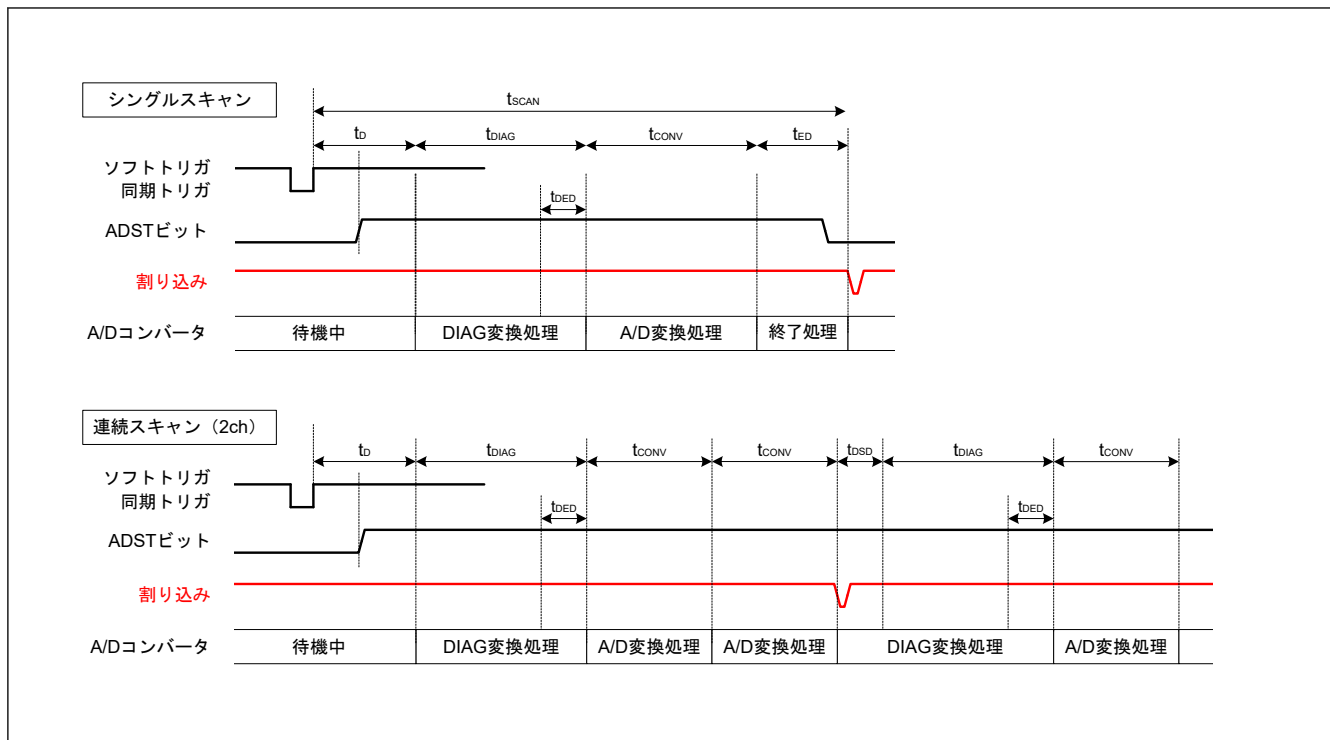
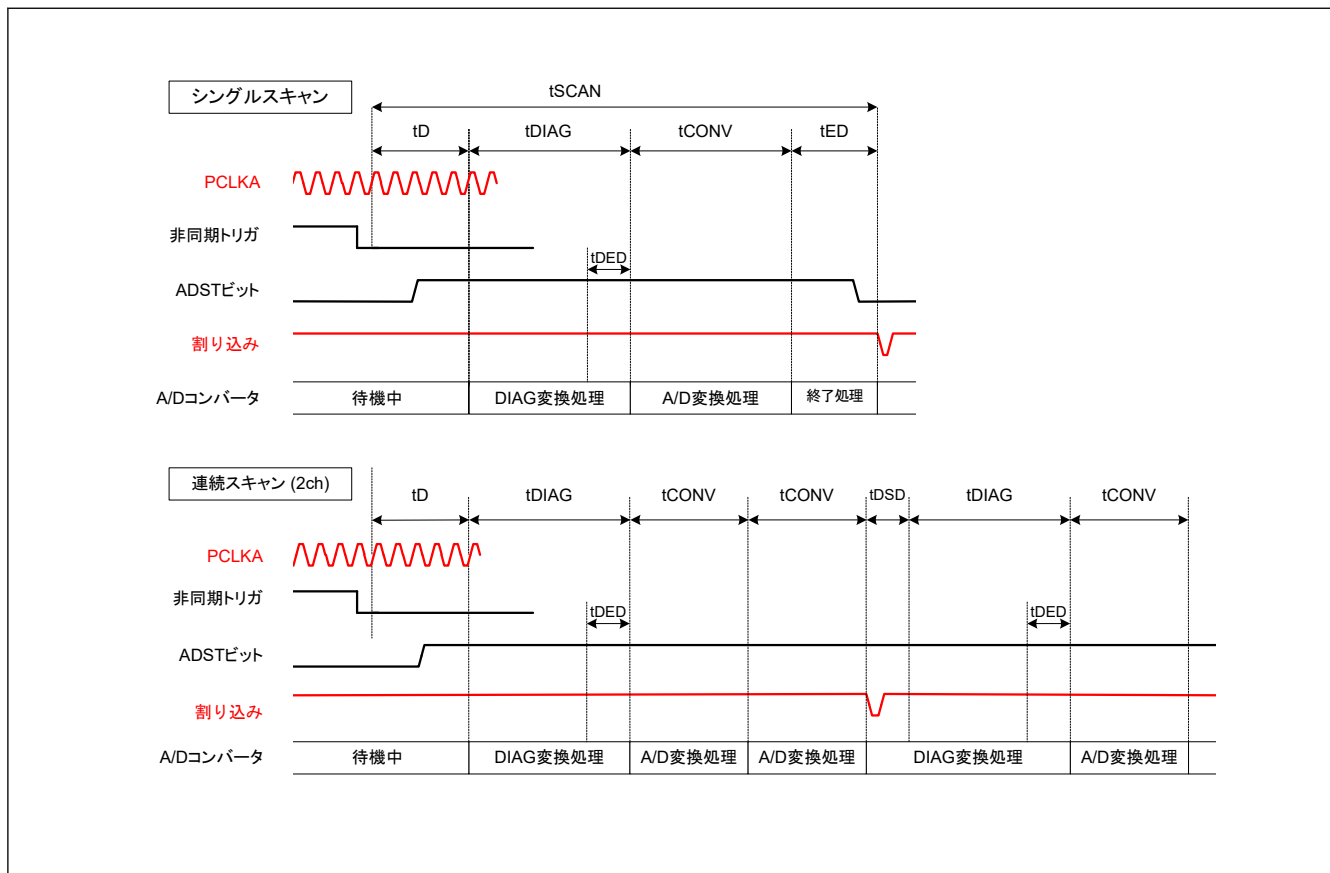

図 37.26 スキャン変換のタイミング (ソフトウェア起動または同期トリガ入力 (ELC) 起動の場合)
図 37.27 スキャン変換のタイミング (非同同期トリガ入力 (ADTRG0) 起動の場合)
図 37.26 に、ソフトウェアトリガまたは同期トリガ (ELC) 起動によりスキャン変換を行う場合のタイミングを示します。また、図 37.27 に、非同期トリガ (ADTRG0) 起動によるスキャン変換を行う場合のタイミングを示します。スキャン変換時間 (t_{SCAN}) はスキャン変換開始遅延時間 (t_D)、断線検出アシスト処理時間 (t_{DIS}) (注1)、自己診断変換時間 (t_{DIAG} および t_{DSD}) (注2)、A/D 変換処理時間 (t_{CONV})、スキャン変換終了遅延時間 (t_{ED}) を含めた時間となります。
- 注 1. t_D , t_{SPLSH} , t_{DIAG} , t_{CONV} , t_{ED} の各タイミングについては、図 37.26 および 図 37.27 を参照してください。